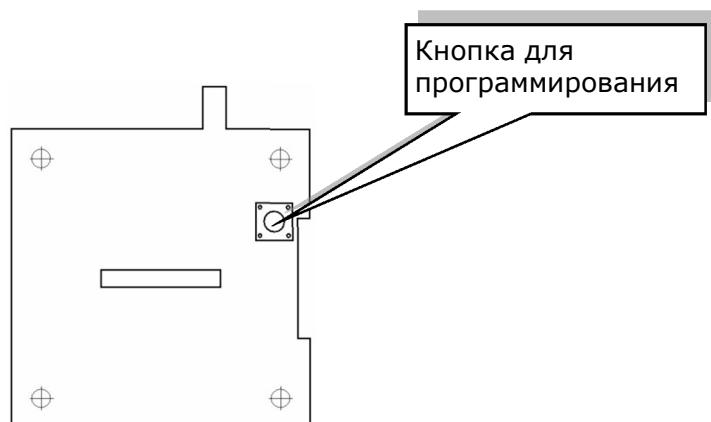

Рисунок 6.4. Плата радиокнопки вызова MP-411D1
- Снять 2 заглушки с лицевой части корпуса кнопки вызова и открутить 2 самореза, которыми крепится задняя крышка. После снятия крышки станет доступна кнопка для перевода устройства в режим программирования (рис.6.4).